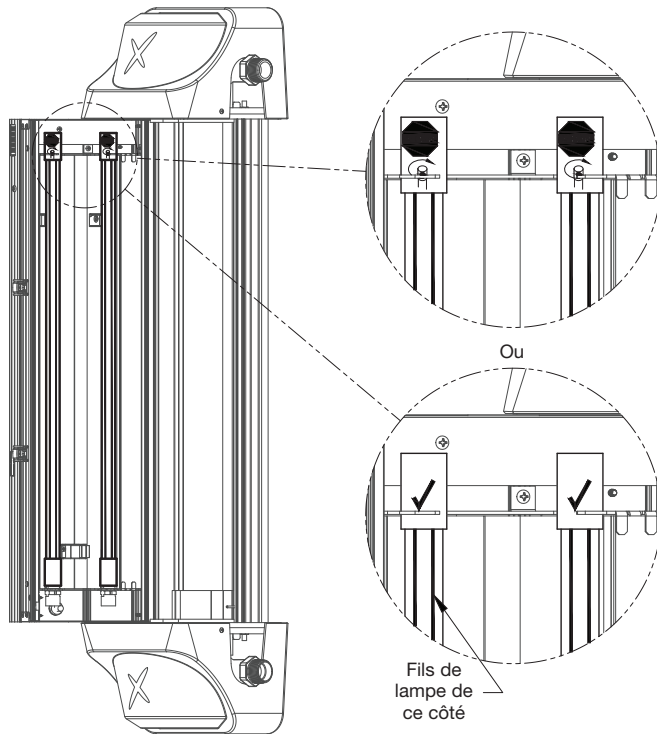

Figure 7-5
5. Installez les nouvelles lampes dans l'unité une à une, en prenant soin de ne pas toucher à l'ampoule. Insérez l'extrémité supérieure de la lampe dans le support supérieur, puis faites pivoter la base de la lampe au-dessus de l'emboîture. Pour une lampe LPHO, faites pivoter la lampe jusqu'à ce que le symbole « Stop Sign » (Signe d'arrêt) imprimé sur la céramique supérieure soit orienté vers la gauche. Voir la Figure 7.5. Pour une lampe à amalgame, faites pivoter la lampe jusqu'à ce que les fils de la lampe soient orientés vers l'arrière de l'unité – une coche a été ajoutée sur la céramique supérieure du même côté que les fils. L'orientation correcte des lampes LPHO et à amalgame place les fils de la lampe du côté opposé aux capteurs UV.